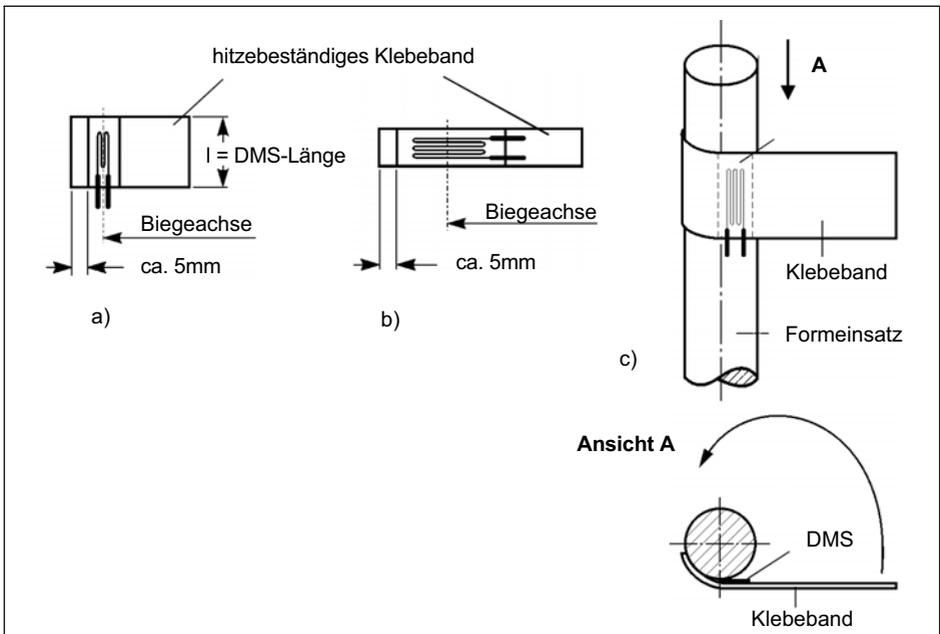

Abb. 3.3 Methode zum Vorformen spröder DMS zur Anpassung an kleine Radien
- Kleben Sie über die Rückseite des DMS ein temperaturbeständiges Klebeband (Abb. 3.3), z.B. das der